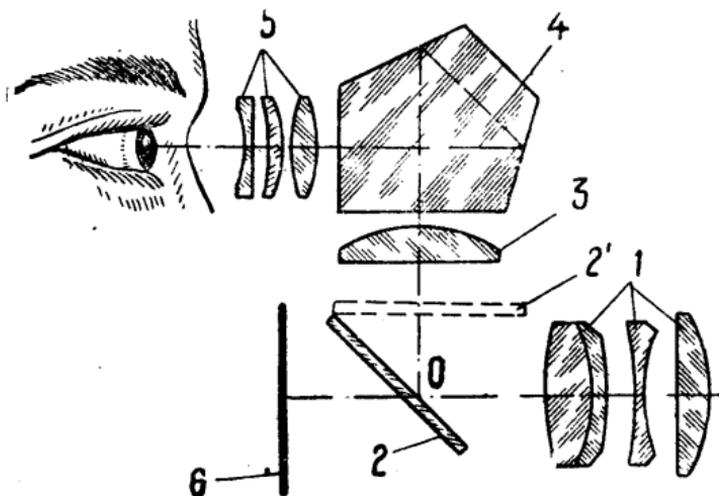

Рис. 1.
1. Зеркальный видоискатель схематически изображен на рис. 1. Он работает совместно с объективом 1 и состоит из откидывающегося